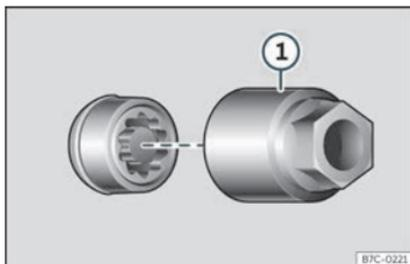

Fig. 33 Boulon antivol de roue avec capuchon et adaptateur.
- Encastrez l'adaptateur spécial»» fig. 33 ① (outillage de bord)»» page 45) sur le boulon de roue antivol jusqu'à la butée.